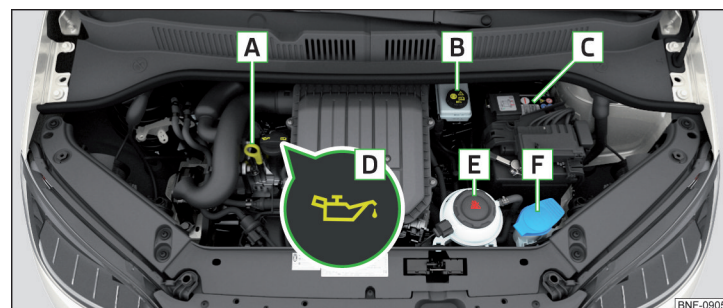

Fig. 139 Esempio di disposizione nel vano motore
- Svitare il coperchio della bocchetta di riempimento dell'olio motore » fig. 139 a pag. 121.